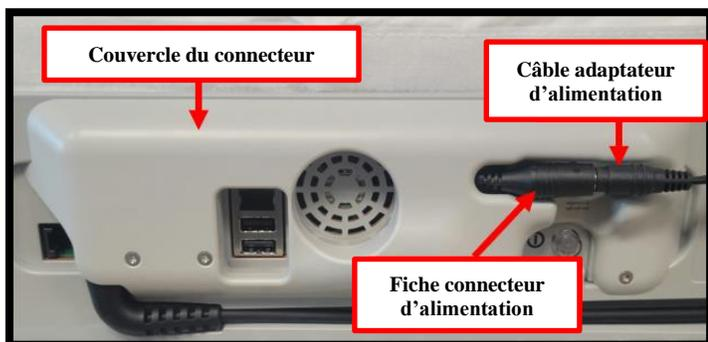
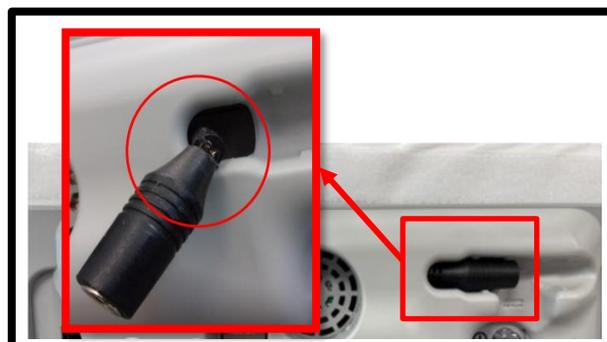

Figure 1 : Arrière du PES
Figure 2 : Exemple de dommage par rapport à une fiche acceptable
Abbott a identifié que la fiche du connecteur d'alimentation peut être endommagée si elle est pliée à plus de 90 degrés. La fiche du connecteur d'alimentation est fixée à l'arrière du PES et insérée dans le couvercle du connecteur. Les dommages peuvent empêcher le PES de s'allumer, exposer les câbles ce qui peut entraîner un léger choc ou, dans de rares cas, des étincelles pouvant provoquer un feu dans les matériaux environnants et un risque de brûlures. Voir la **Figure 1** pour un aperçu de l'arrière du PES et la **Figure 2** ci-dessous avec un exemple de dommages sur la fiche du connecteur d'alimentation.
- c. Après inspection de la fiche du connecteur d'alimentation ou lors de l'insertion du câble adaptateur d'alimentation dans la fiche du connecteur d'alimentation, assurez-vous que les câbles connectés sont fermement placés dans la rainure moulée du couvercle du connecteur, comme illustré dans la Figure 1. Une fois les câbles connectés et fermement placés dans les rainures moulées, ne retirez pas les câbles des rainures moulées pendant l'utilisation.